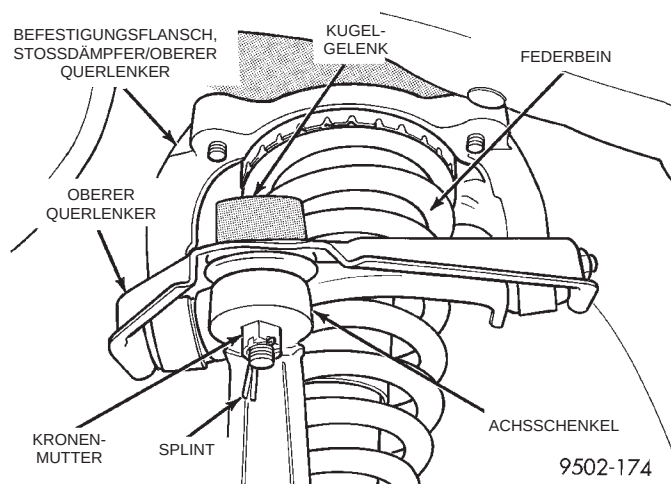

Abb. 4 Befestigung des Kugelgelenks am Achsschenkel
- (6) Splint und Kronenmutter (Abb. 4) vom Gewindebolzen des oberen Kugelgelenks am Achsschenkel lösen.
(5) Gewindebolzen des oberen Kugelgelenks in den Achsschenkel einbauen. Kronenmutter auf den Gewindebolzen aufschrauben und mit einem Anzugsmoment von 54 N·m (40 ft. lbs.) festziehen. Splint in den Gewindebolzen einbauen (Abb. 4).